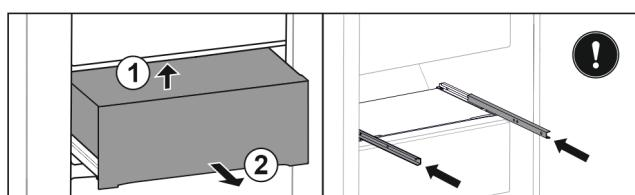

Fig. 135
- Повдигнете чекмеджето отдолу отзад. Fig. 135 (1)
- Извадете чекмеджето напред. Fig. 135 (2)